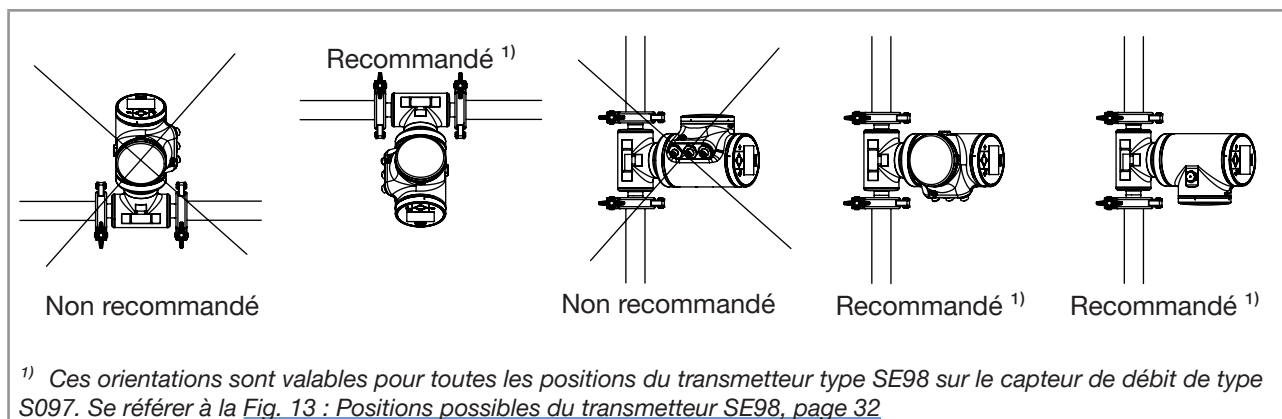

Fig. 18 : Orientation d'une variante Ethernet de l'appareil afin de permettre la dissipation de la chaleur
- Pour s'assurer que la température interne du transmetteur ne dépasse pas la valeur maximale autorisée, installer une variante Ethernet de l'appareil comme recommandé dans la Fig. 18.